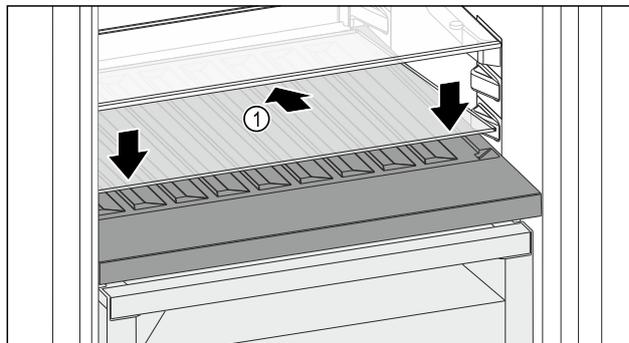

Fig. 100
- Stekleno ploščo Fig. 100 (1) namestite postrani, nagnjeno spodaj nazaj.
- Stekleno ploščo Fig. 100 (1) spustite spredaj.